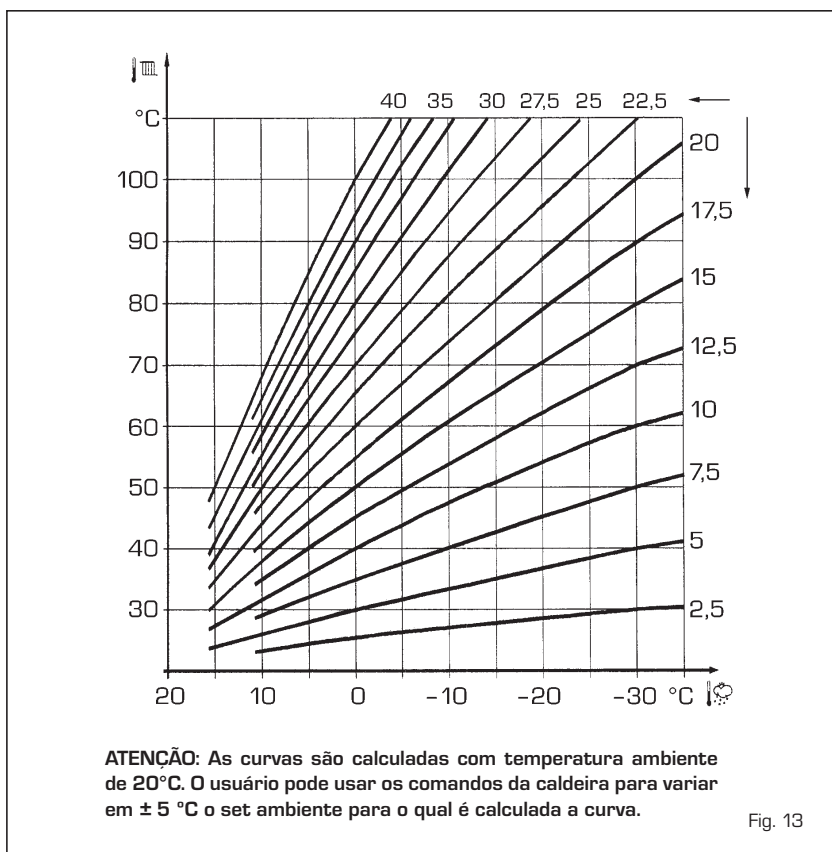

Fig. 13
3.4 SONDA EXTERIOR LIGADA (fig. 13)
Aumentando inclinação representada pelas curvas da fig. 13 aumenta-se a temperatura de ida do circuito em correspondência com a temperatura exterior: